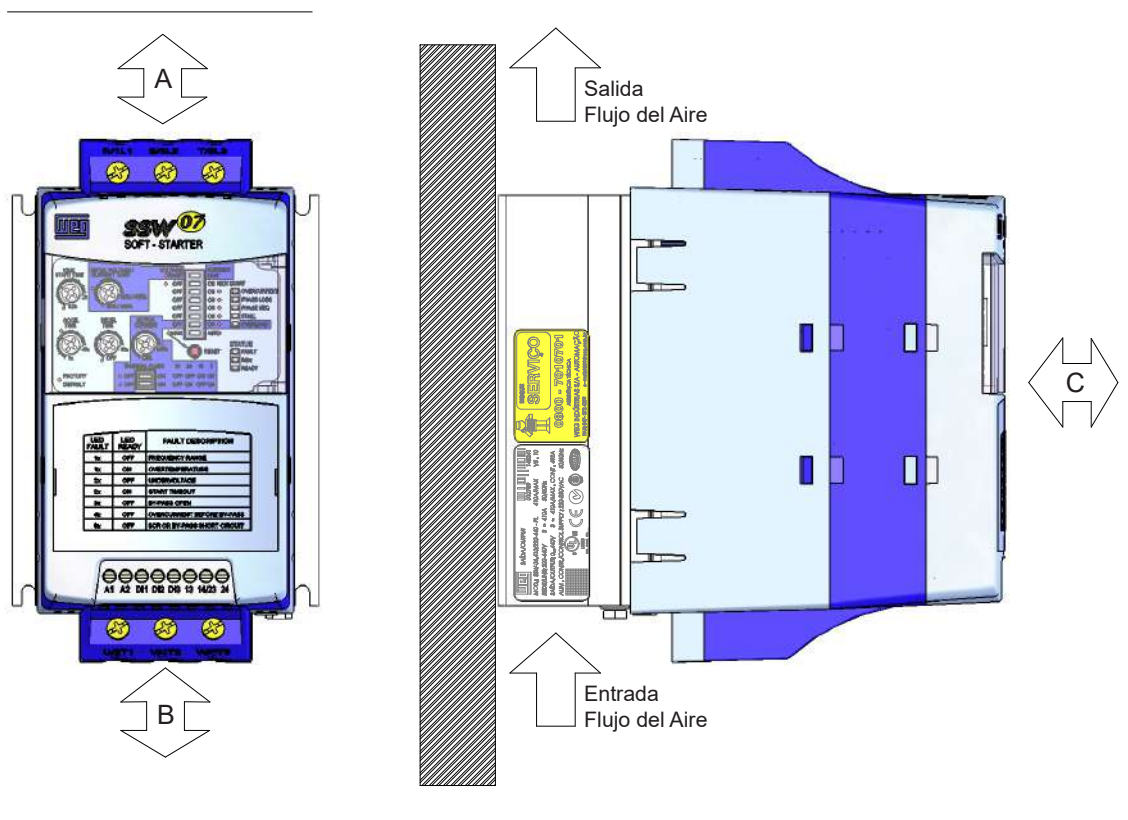

Figura 3.2 - Espacios libres para la ventilación
**3.1.3 Posicionamiento/ Fijación** Para la instalación del Arrancador Suave SSW-07 se debe dejar en el mínimo los espacios libres al rededor del Arrancador Suave conforme la figura 3.2 presentada a seguir. Las dimensiones de cada espacio libre están disponibles en la tabla 3.2.